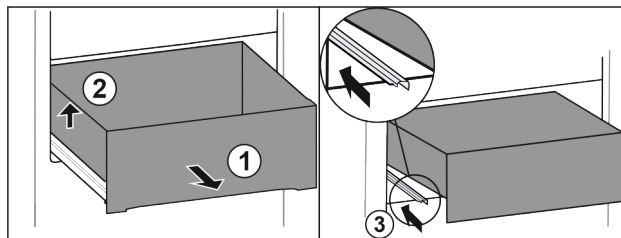

Fig. 23
- ▶ Estrarre il cassetto fino all'arresto. Fig. 23 (1)
- ▶ Sollevare il cassetto a sinistra. Fig. 23 (2)
- ▶ Inserire la guida sinistra. Fig. 23 (3)